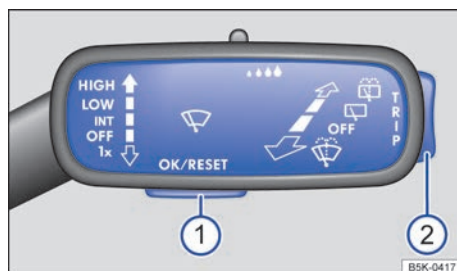

Fig. 21 En el lado derecho de la columna de dirección: teclas de la palanca del limpiacristales (vehículos sin volante multifunción).
- Si se muestra un mensaje o el pictograma de un vehículo, pulse la tecla → fig. 21 ① de la palanca del limpiacristales, dado el caso varias veces.
Para visualizar los menús → pág. 23 o para volver a la selección de menús desde un menú o desde una indicación informativa, mantenga pulsada la tecla basculante → fig. 21 ②. Para cambiar de un menú a otro, pulse la parte superior o inferior de la tecla basculante.
Para abrir el menú o la indicación informativa que se muestre, pulse la tecla → fig. 21 ① o espere algunos segundos hasta que el menú o la indicación informativa se abra automáticamente.
- En el menú visualizado, pulse la parte superior o inferior de la tecla basculante → fig. 21 ② hasta marcar la opción de menú deseada. La opción aparece enmarcada.
- Pulsando la tecla → fig. 21 ①, realice la modificación deseada. Una marca indica que la función o el sistema en cuestión están activados.